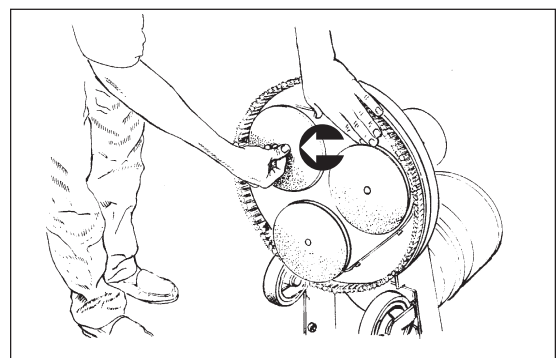

Abbildung 15
- d.) Stehen Sie zum Entfernen des Papiers bzw. des Draht-Schleifmaterials/ des Pads seitwärts neben der Maschine und ziehen Sie diese von einer Seite weg. Eventuell ist das Draht-Schleifmaterial mit einer Kunststoff-Reißzwecke in der Mitte befestigt, die entfernt werden muss, bevor sich diese entfernen lässt (siehe Abbildung 15).